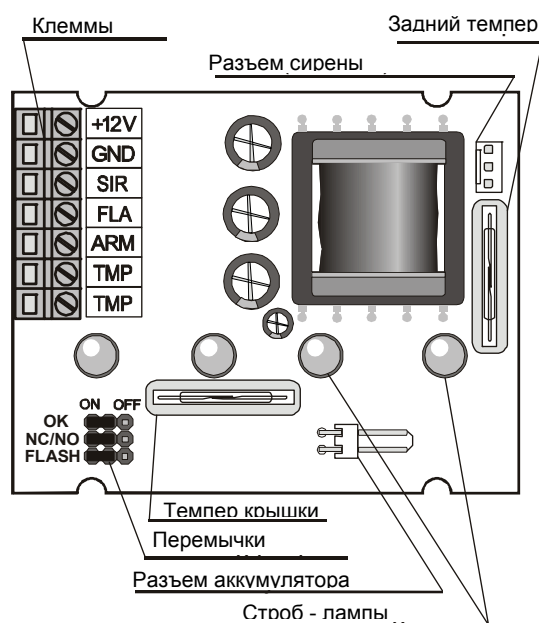

Рис. 1 : Вид платы сирены
**Важно:** Включение сирены с отключенным звукоизлучателем (см. Рис. 1) не приводит к поломке сирены. Однако, на клеммах излучателя формируется **высокое напряжение**.